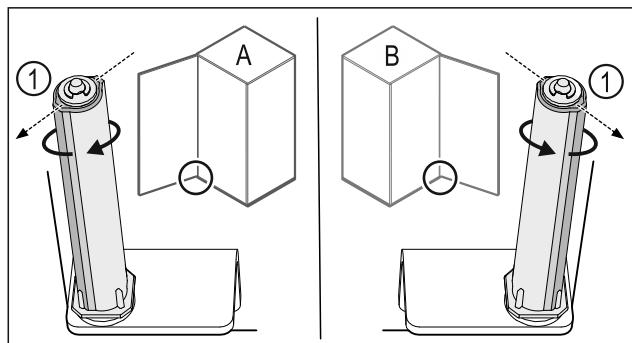

Fig. 42 Левое навешивание (A) / правое навешивание (B)
- Поворачивайте систему закрытия, преодолевая сопротивление до тех пор, пока ее ребро Fig. 42 (1) не будет направлено наружу.